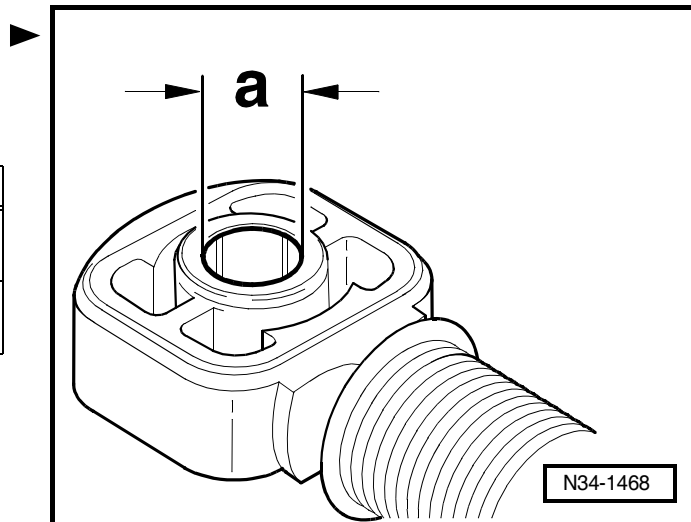

Fig. 5: Position de montage du levier de passage des vitesses/du levier de renvoi
- Position de montage ⇒ Fig. 5 au **34-1** page 8